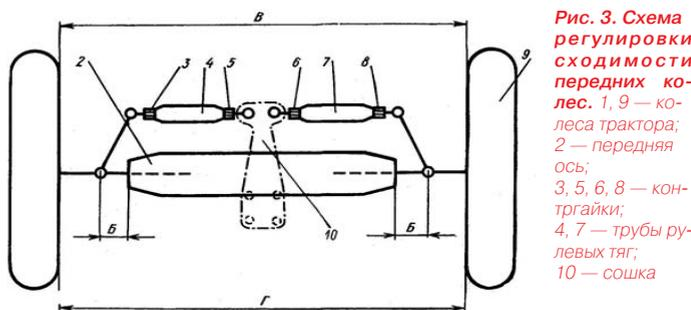

Рис. 3. Схема регулировки сходимости передних колес. 1, 9 — колеса трактора; 2 — передняя ось; 3, 5, 6, 8 — контргайки; 4, 7 — трубы рулевых тяг; 10 — сошка
- установите сошку 10 (рис. 3) в среднее положение, для чего подожмите дупора щуп на датчике автоматической блокировки дифференциала и, поворачивая рулевое колесо, установите его в положение, когда щуп максимально утоплен;
кулаки (для тракторов МТЗ-80) были выдвинуты на одинаковую длину Б (рис. 3) соответственно из корпуса переднего моста и трубы передней оси;
е) снова проверьте установку сошки 10 (рис. 3) в среднее положение (по щупу на датчике АБД) и разность замеров Г и В (рис. 3);